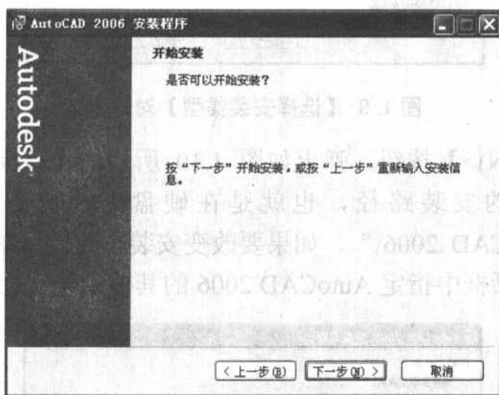

图 1.12 【开始安装】对话框
(9) 单击【下一步(N)>】按钮,弹出如图 1.12 所示的【开始安装】对话框。如果要修改前面输入的信息,可以单击【<上一步(B)】按钮,返回到前面的对话框进行修改,重新输入有关信息;如果单击【下一步(N)>】按钮,则系统开始安装 AutoCAD 2006 的文件,并出现进度条及安装进程提示。